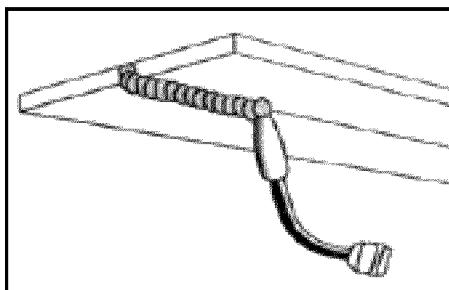

Fig. 10c
- **POSICIÓN SOBRE LA CABEZA:** es la posición para soldar más difícil. El ángulo A (vea «CÓMO SOSTENER EL SOPLETE») debe mantenerse a 60 grados. Mantener ese ángulo reduce las posibilidades de que caiga metal fundido dentro de la boquilla. El ángulo B debe mantenerse a cero grado, para que el alambre apunte directamente a la unión de soldadura. Si se produce un goteo excesivo del baño de fusión, seleccione una configuración de calor más baja. Además, el cordón de vaivén tiende a funcionar mejor que el cordón recto. (Fig. 10c)